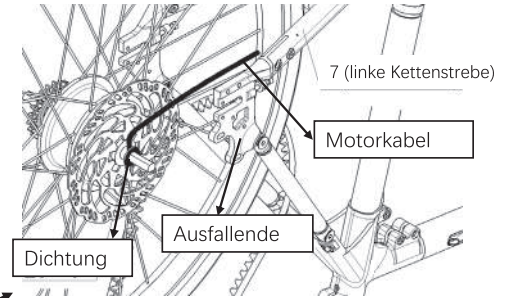
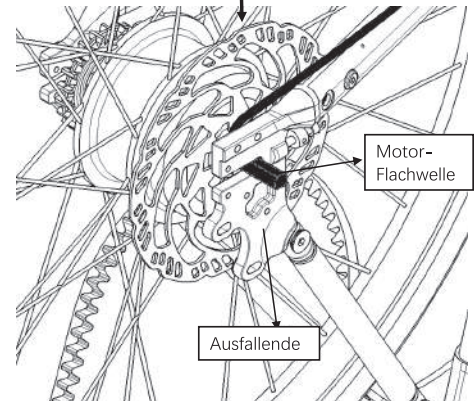

Abb. 29-2
Abb. 29-3
- Die Richtung der Motorleitung von Teil 17 ist auf der gleichen Seite wie Teil 7, die Öffnungsposition der Motorleitung ist nach oben, und die Dichtung in Richtung der Motorleitung muss auf der Innenseite des Ausfallendes von Teil 7 liegen, wie in Abb. 29-2 gezeigt. Achten Sie auf die Welle von Teil 17, legen Sie die flache Motorwelle nach oben in den Auslauf von Teil 7 und Teil 8, und schieben Sie sie bis zum Ende des Ausfallendes, wie in Abb. 29-3 gezeigt.